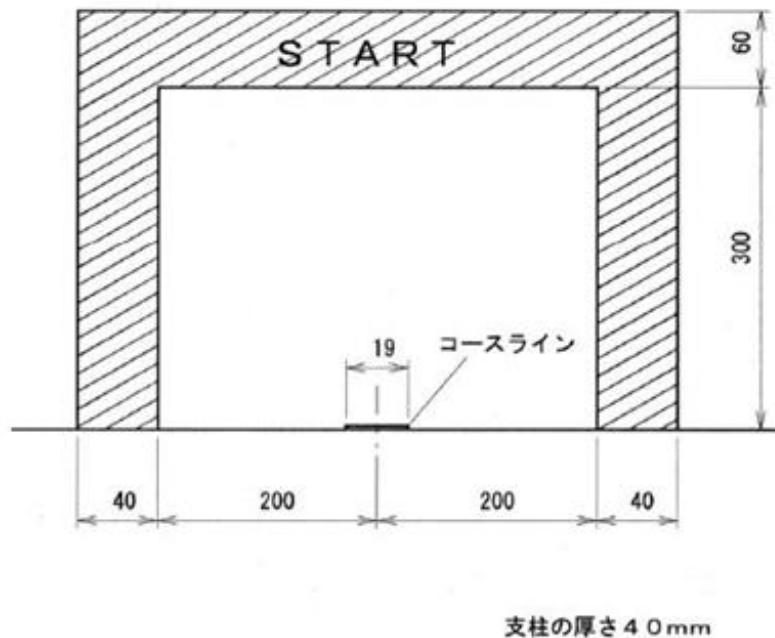

図 7 スタートゲートの形状
- 1) スタートゲートは図 7 の形状とし、床面に固定される。